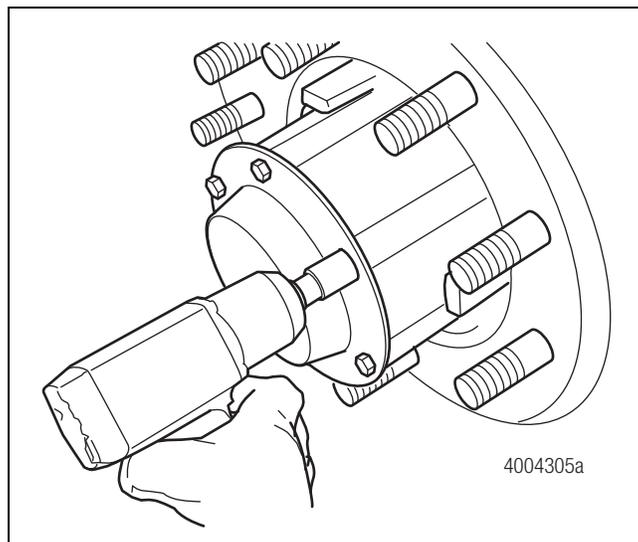

Figura 4.26
5. Retire la tapa de la maza y la junta de la tapa de la maza. Figura 4.26.